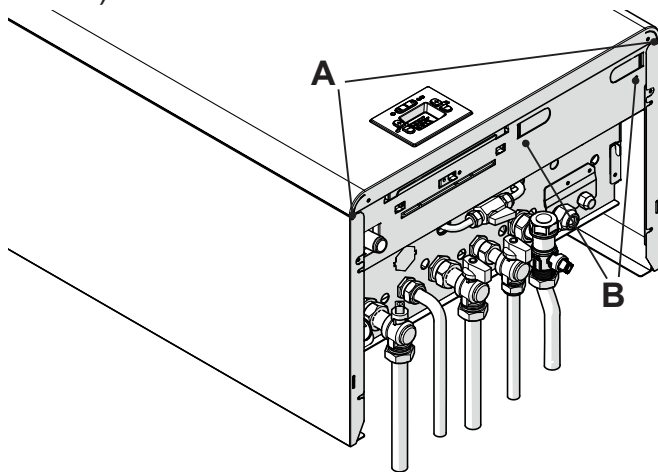
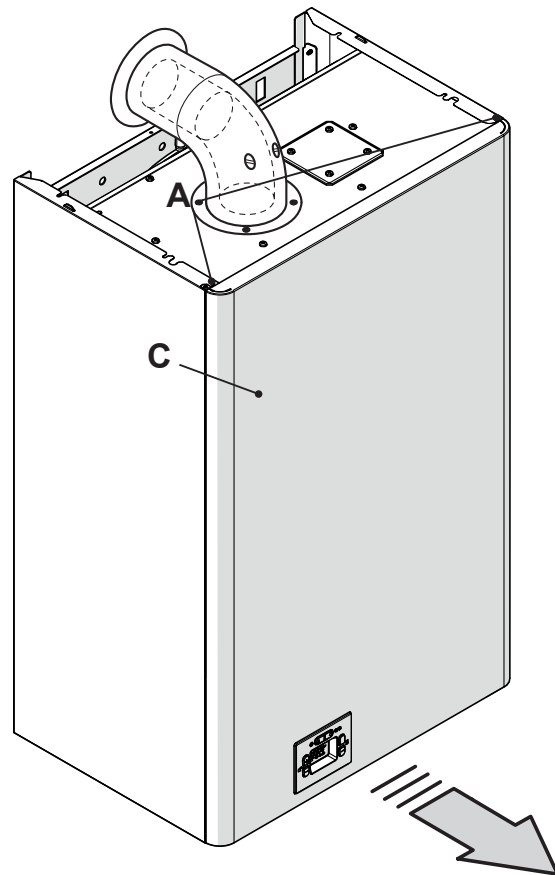
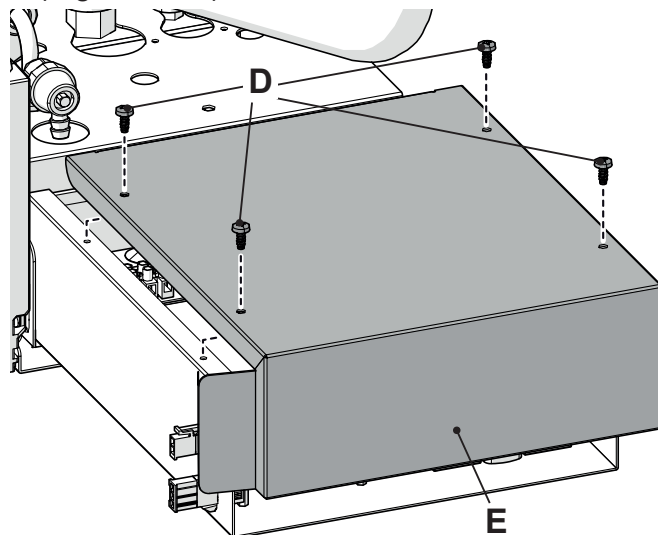

Figura 9.20
Figura 9.21
Figura 9.22
- Svitare le viti **A** e rimuovere il pannello frontale **C** tirandolo a sé (Figura 9.20 - Figura 9.21).
- Svitare le viti **B** (Figura 9.20) e ruotare il quadro elettrico di sistema, come illustrato in Figura 9.22.
- Svitare le viti **D** e sollevare il coperchio **E** (Figura 9.22).